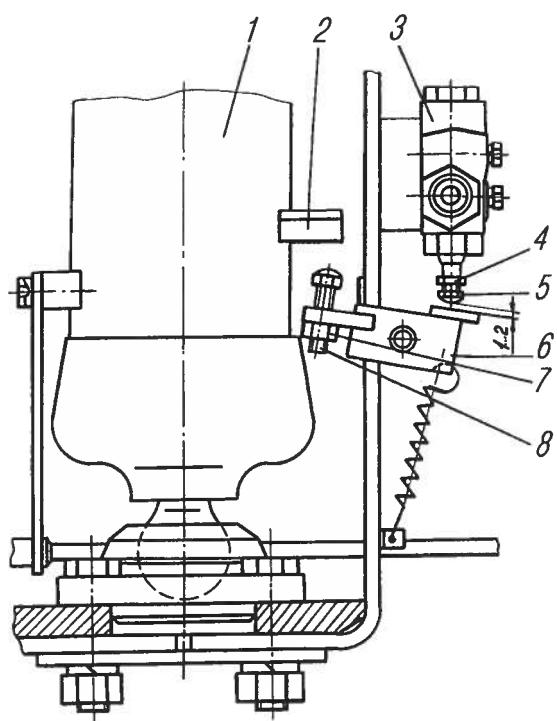

Рис. 104. Регулировка угла подъема платформы:
– проверить свободный ход рычага 6 (рис. 104), который должен быть в пределах 1–2 мм. Регулировка хода производится изменением длины регулировочного болта 5;